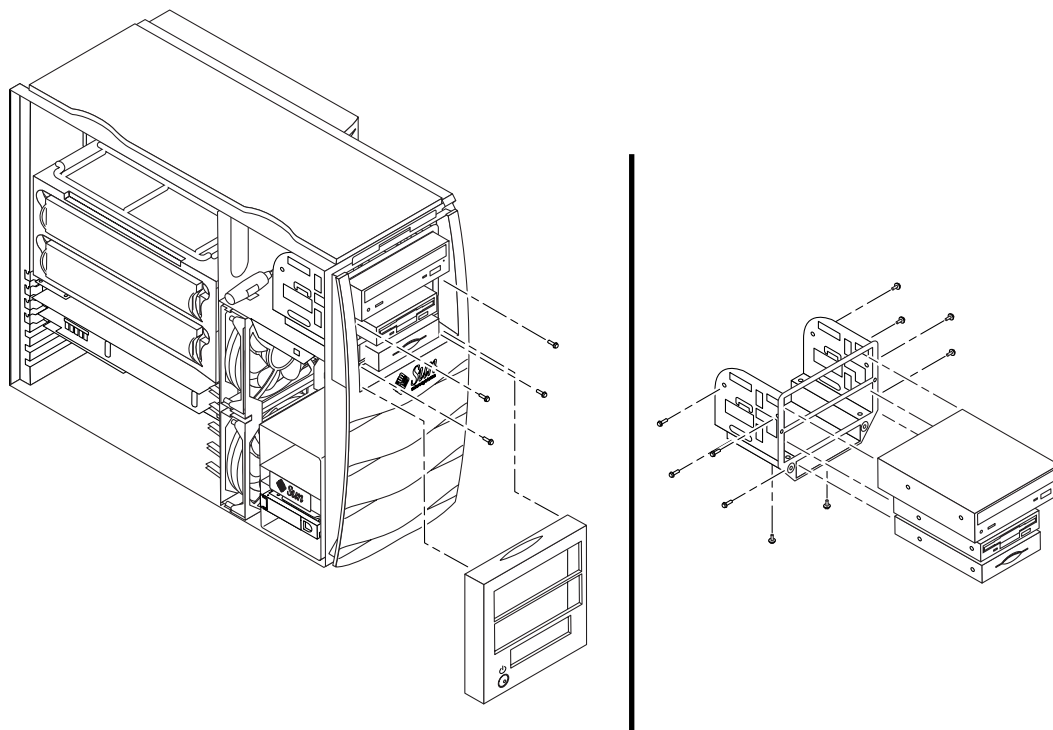

FIGURA 13 Installazione di unità supplementari
2. Rimuovere il blocco delle unità come descritto (vedere FIGURA 13).